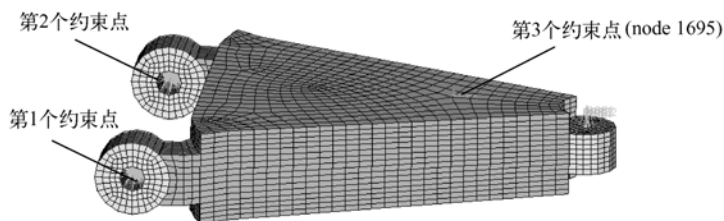

图 8-4 施加约束的节点
- (2) 选择 SPCs 成为当前的载荷集。
- (3) 从 Analysis 页面选择 constraints 面板。
- (4) 单击 create 按钮确定黄色框中为 nodes, 如果不是, 单击左侧转换按钮选择 nodes, 选择位于控制臂与底盘之间前面连接点的多节点刚性单元中心点, 即图 8-4 中的第 1 个约束点, dof1、dof2、dof3 的值给定为 0.0, 右键取消对自由度 dof4、dof5、dof6 的选定。
- (5) 单击 load type= 在弹出的菜单中选择 SUPORT1。
- (6) 单击 create 按钮, 这个载荷用于惯性释放分析。
- (7) 选择控制臂和底盘之间的另一个连接点, 即图 8-4 所示的第 2 个约束点。
- (8) dof2、dof3 的值给定为 0.0, 通过右键取消对自由度 dof1、dof4、dof5、dof6 的选定。
- (9) 单击 create 按钮。
- (10) 创建第 3 个约束。选择如图 8-4 所示刚性单元的顶部节点 (node 号为 1695), dof3 的值给定为 0.0, 通过右键取消对自由度 dof1、dof2、dof4、dof5、dof6 的选定, 此刚性单元将减震装置的底部固定于控制臂。
- (11) 单击 create 按钮。
- (12) 单击 return 按钮返回 Analysis 界面。